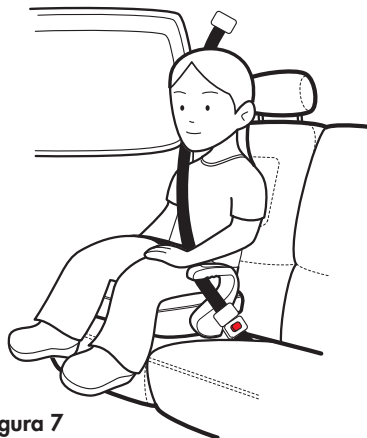

Figura 7
- **AL SENTAR A UN NIÑO EN EL ASIENTO DE SEGURIDAD UTILICE SÓLO LOS CINTURONES DE REGAZO Y HOMBRO QUE TIENE EL VEHÍCULO (VÉASE LA FIGURA 7).**
- Al sentar a un niño en el asiento de seguridad utilice **SÓLO** los cinturones de regazo y hombro que tiene el vehículo (véase la **figura 7**).